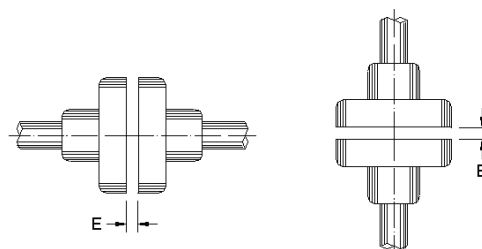

Figura 4.9: Holgura axial del acoplamiento (E)
Alinear cuidadosamente las puntas de eje y, siempre que sea posible, usar acoplamiento flexible, dejando una holgura (E) mínima de 3 mm. entre los acoplamientos, conforme es mostrado en la Figura 4.9.